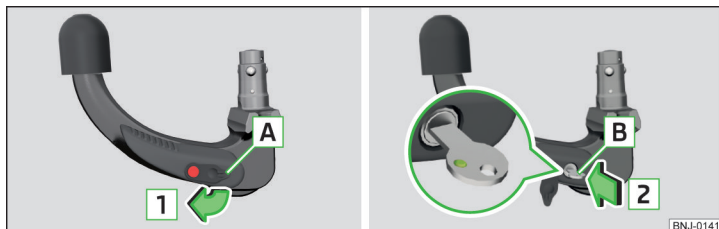

Bild 151 Ta av locket från låset/stick in nyckeln i låset
- Ta av locket **A** från låset i pilens riktning **1** » bild 151.